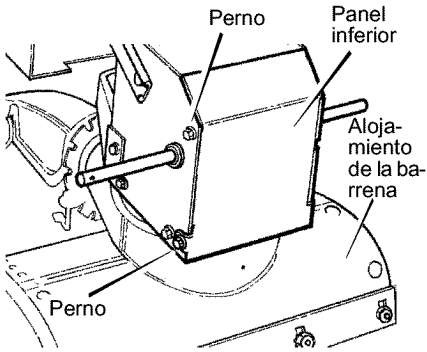

Figura 55
- Aflove los **pernos** a cada lado del **panel inferior** (Figura 55).
- Instale el **panel inferior** (Figura 55).
13. Instale el **panel inferior** (Figura 55).